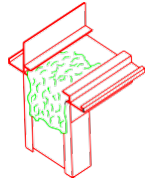

Figura 1b
9. Monte el marco. Aplique sellador en la parte posterior de las esquinas de aluminio en forma de L (si es necesario) y fíjelo a la cara exterior de la aleta de uña en las esquinas de la cabeza como se muestra en la figura 1a. Selle completamente las juntas con sellador compatible. **IMPORTANTE:** Aplique una tira gruesa de sellador en el lado interior de la brida de montaje (clavado) donde se unen el marco y el marco de la puerta. El sellador debe cubrir toda la junta (desde la brida hasta la pata interior de la puerta) y extenderse 1-1 / 2" por la jamba y a lo largo del umbral. (Ver la Figura 1b).